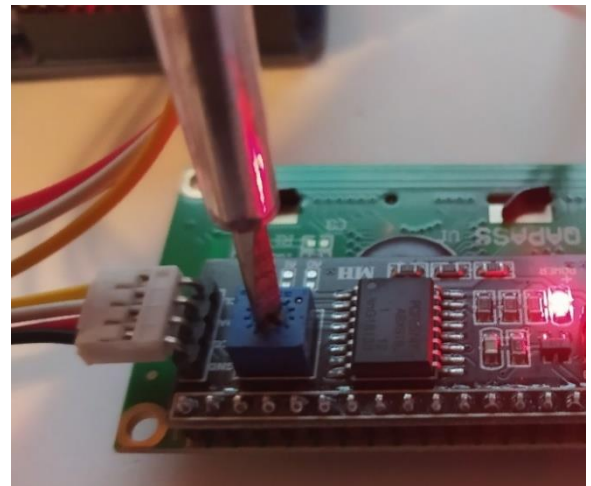

Abbildung 9 Einstellen des Displaykontrasts
- Auf der Rückseite des Displays befindet sich ein Potentiometer zum Einstellen des Displaykontrastes. Drehen Sie dieses mit einem kleinen Schraubendreher im Uhrzeigersinn, wenn das Display im Betrieb nichts anzeigt oder die Anzeige schlecht leserlich ist (vgl. Abb. 9).